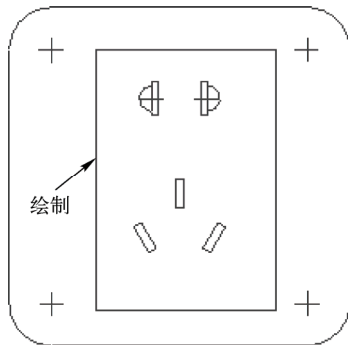

图 2-24 绘制矩形
STEP 04 向右下方移动鼠标指针，至合适位置处单击鼠标左键，绘制矩形，单击鼠标中键，完成矩形的绘制，效果如图 2-24 所示。